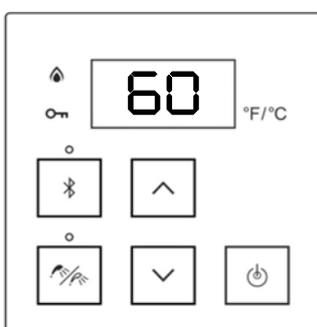

Figure 81
13. L'écran affiche « 60 » (figure 81), ce qui correspond au temps de rinçage restant en minutes. Ce nombre diminue d'un par minute. Si, pour une raison quelconque, le rinçage doit être interrompu, arrêter la pompe. Le nombre affiché ne diminue pas tant que l'appareil ne détecte pas d'écoulement d'eau. Lorsque la pompe se remet en marche, le temps de rinçage restant recommence également à diminuer.